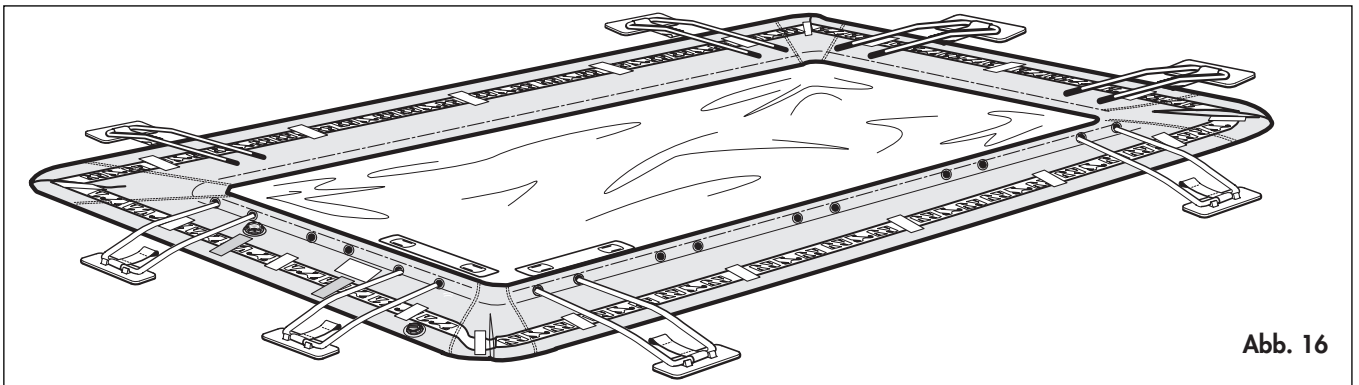

Abb. 16
- e** Vergewissern Sie sich, daß das KD-Schwimmbecken wie auf Abb. 16 dargestellt aussieht.